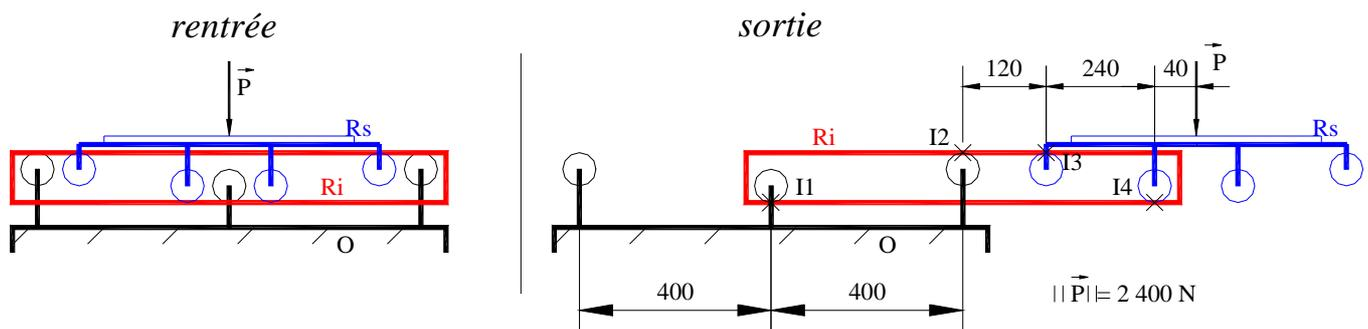

figure 3
1°) A partir de la schématisation figure 3, en position du plateau R_s sortie, déterminer, en utilisant le principe fondamentale de la statique, les actions mécaniques exercées en I1 et I2 par le bâti du chariot (0).